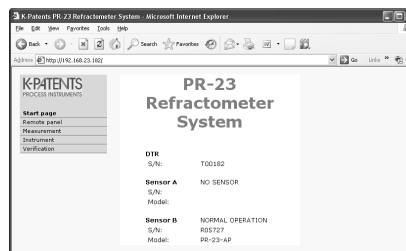

Figura 12.10 Página del instrumento abierta en un navegador
4. Esperar hasta que se cargue la página, esto puede demorar algunos segundos. Si la página se ve extraña al primer intento, vuelva a leer la página para que esta luzca aproximadamente como en la Figura 12.10; la vista exacta de la página depende del navegador y de la configuración de la pantalla, por lo que se puede esperar alguna variación menor.